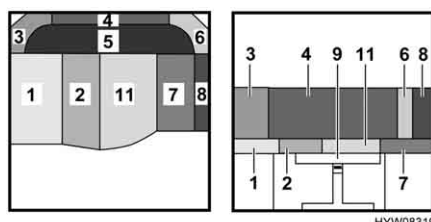

Fig. 61 Dopo la trasformazione
- Posizionare il cuscino aggiuntivo (Fig. 61,11) tra i cuscini del divano (Fig. 61,2 e 7) e il tavolo. Rispettare la forma circolare.